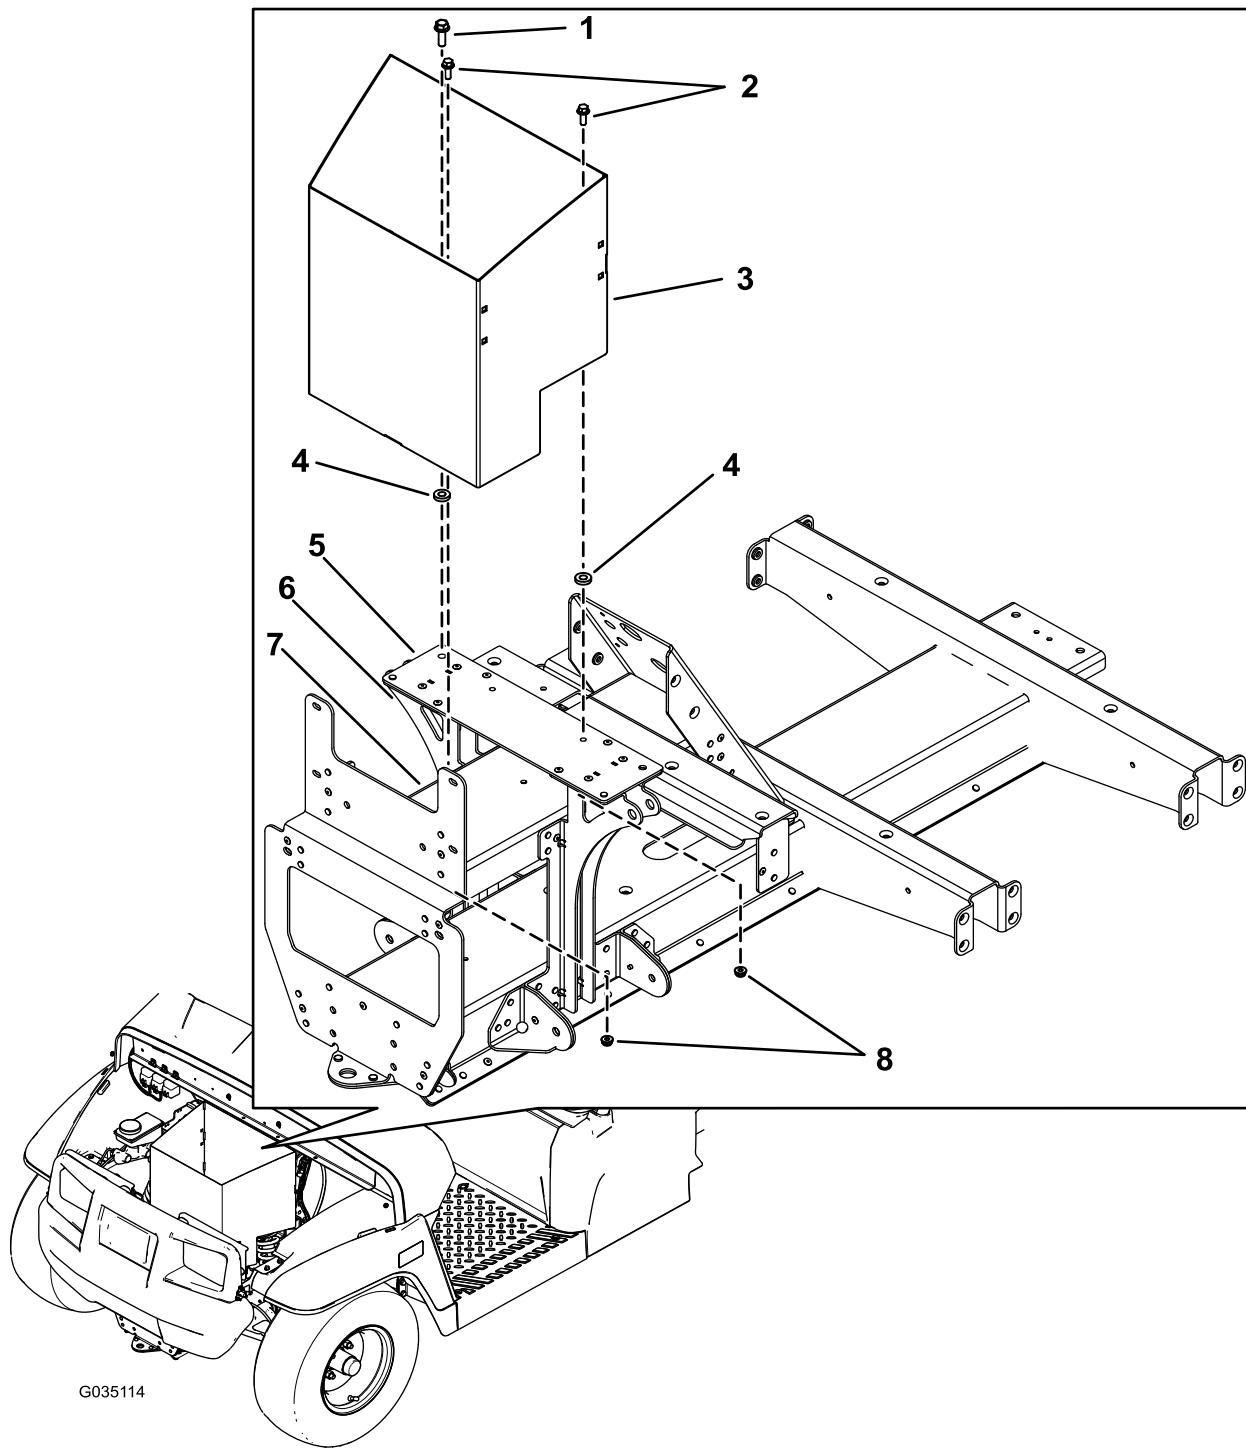

Figura 1
1. Retire el perno existente del lado derecho de la placa de apoyo (Figura 1).
2. Alinee los 2 espaciadores con los taladros de la placa de apoyo (Figura 1).
3. Baje lentamente la caja de almacenamiento sobre los espaciadores y la placa de apoyo (Figura 1).
4. Instale el tornillo de cabeza hexagonal (5/16" x 1") a través de la caja de almacenamiento, la placa de apoyo y el soporte de montaje del amortiguador delantero derecho (Figura 1).
5. Instale un tornillo de cabeza hexagonal (1/4" x 3/4") y una tuerca con arandela prensada (1/4") a través de la caja de almacenamiento y la placa de apoyo (Figura 1).
6. Instale un tornillo de cabeza hexagonal (1/4" x 3/4") y una tuerca con arandela prensada (1/4") a través de la caja de almacenamiento y el soporte de apoyo del amortiguador (Figura 1).